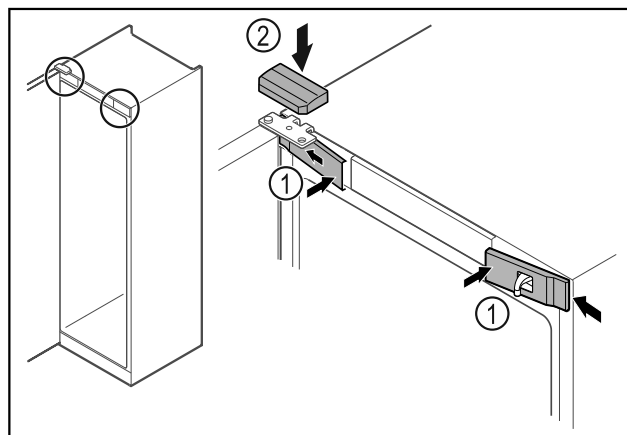

Fig. 45
- ▶ Klik de forreste afdækninger Fig. 45 (1) i på siden, og lad dem gå i hak.
- ▶ Klik på den øverste afdækning Fig. 45 (2) på ovenfra.